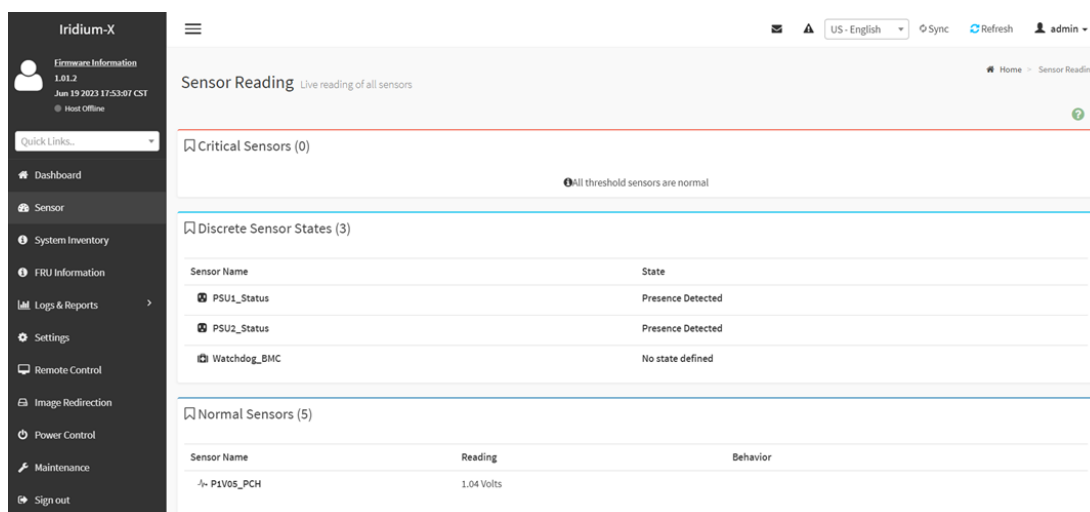

Рисунок 39 - Раздел главного меню «Sensor Reading»
1) Раздел главного меню «*Sensor Reading*» выводит информацию с разнообразных датчиков, которыми оснащен сервер, таких как: датчики температуры, скорости вращения вентиляторов, напряжения, энергопотребления (см. Рисунок 39). Список датчиков разделен на три раздела, в зависимости от текущих показаний: